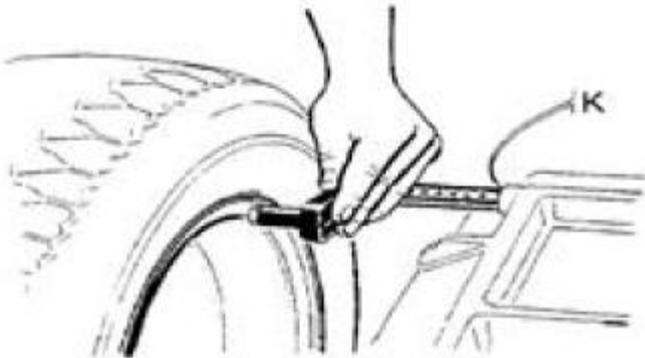

Abb.1
- * Einstellen des "a" -Wertes: Bewegen Sie die Messlehre zum ersten Messpunkt (z.B. wie in Abb.1 gezeigt), halten Sie die Messlehre (für ca. 4 Sekunden) in dieser Position, nach der Bestätigung bringen Sie die Messlehre wieder auf die 0 Position zurück. (Der Messwert wird automatisch im Display angezeigt).